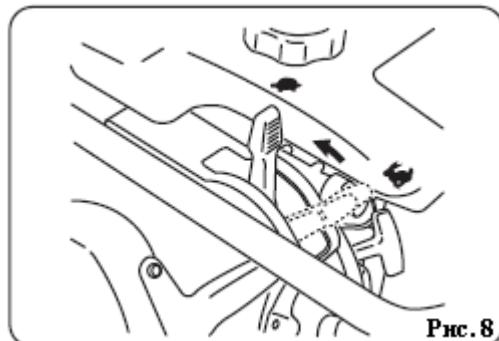

Рис. 8
6. Чтобы остановить вибротрамбовку, быстро переместите рычаг в положение холостого хода (➡). Избегайте медленного перемещения рычага (рис. 8).